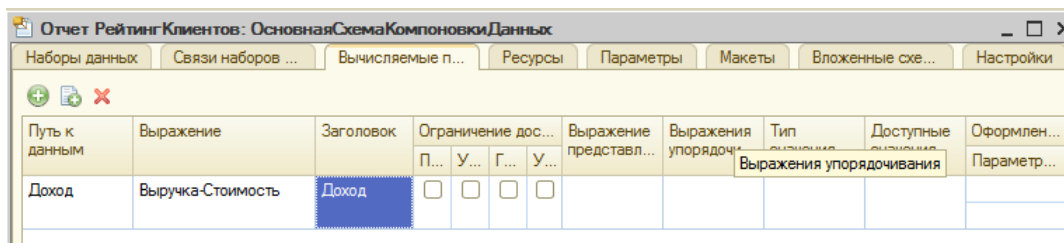

Рисунок 113 Вкладка **Вычисляемые поля**
19. Укажите имя (Путь к данным) – **Доход**, в колонку **Выражение** введите выражение для расчета вычисляемого поля: **Выручка-Стоимость** (рис. 113).